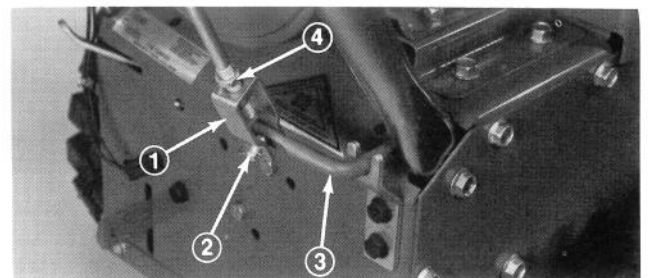

Abb. 4
2. Den Gabelkopf am Ende des Räumwerk-Kupplungsgestänges so verdrehen, dass die Bohrungen in der Gabel und in der abgewinkelten Stange zur Deckung kommen (Abb. 4). Dann den Gabelkopfbolzen einführen und mit dem Splint sichern (Abb. 4).
3. Die Kontermutter gut gegen den Gabelkopf festziehen (Abb. 4).